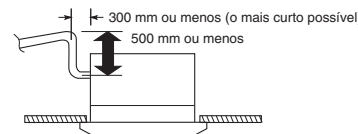

Fig. 3-27
- Se for necessário aumentar a altura do tubo de drenagem, a secção directamente depois da abertura de ligação pode ser elevada até um máximo de 500 mm. Não a eleve mais do que 500 mm, pois isso pode causar um vazamento de água. (Fig. 3-27)